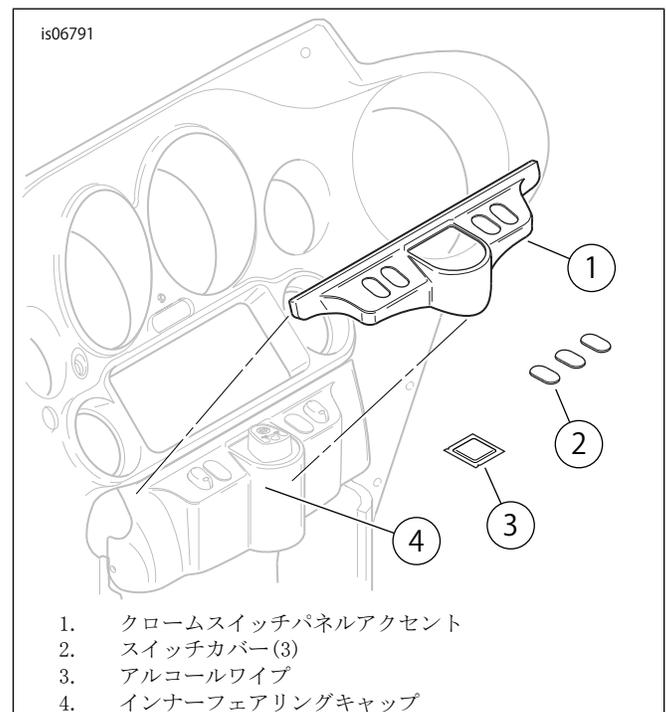

図1. スwitchパネルアクセントの取り付け
1. 「図1」を参照してください。キットからアルコールワイブ(3)を取り出します。パッケージを開き、インナーフェアリングキャップ(4)の頂上および側面をワイブで徹底的に洗浄し、汚れやグリースが残らないようにします。